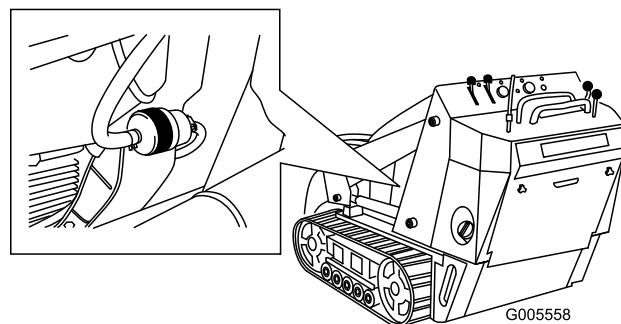

Figure 42
4. Raccordez les conduites d'alimentation de chaque côté du filtre avec des colliers (Figure 42).
5. Pincez les extrémités des colliers et éloignez les colliers du filtre (Figure 42).